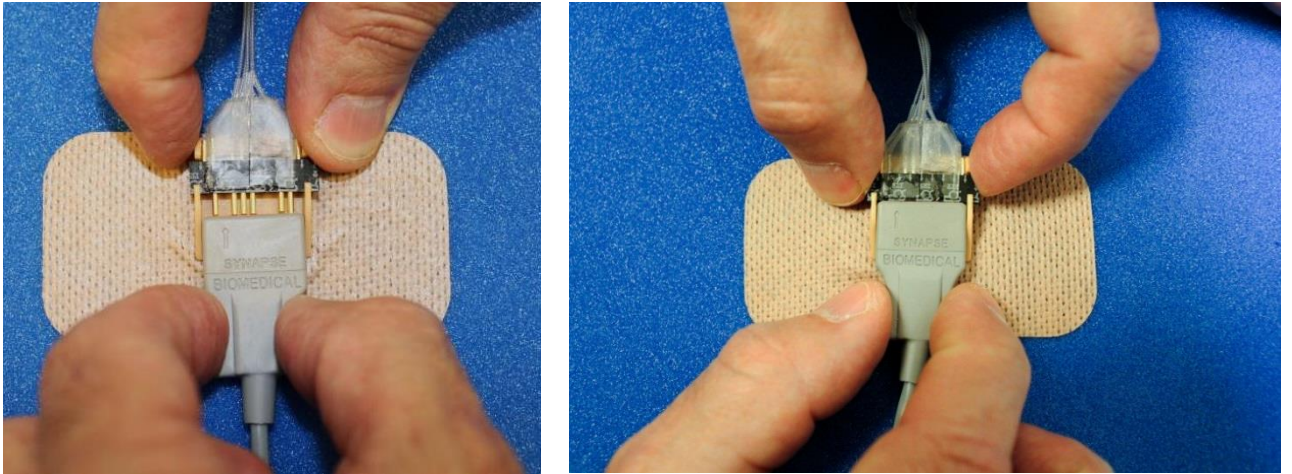

Figura 10. Conectar el cable del paciente al conector de los electrodos.
- Conecte el cable del paciente al conector de los electrodos. Para ello, sujete el conector de los electrodos entre dos dedos. Deslice el cable del paciente dentro del soporte del conector. Fije el cable del paciente al conector de los electrodos (Figura 10).